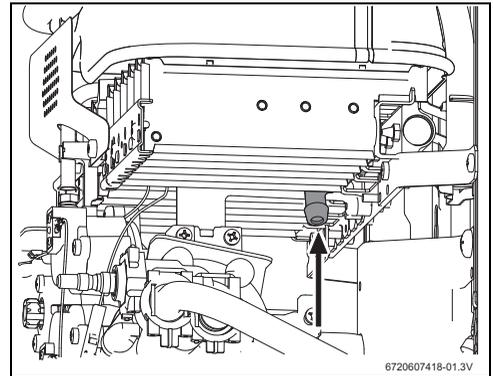

Bild 13 Messpunkt für den Druck
- ▶ Verschlusschraube lösen (Abb. 13).